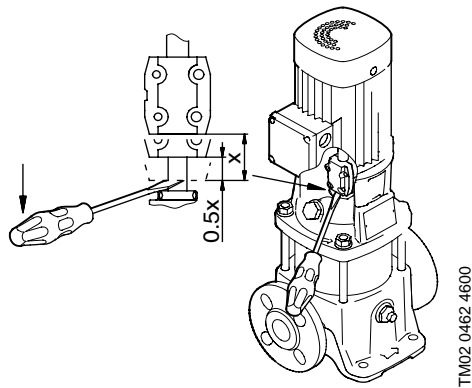

Abb. 3
8. Einen geeigneten Schraubendreher zwischen den unteren Teil der Kupplung und die Wellenabdichtung einführen und die Welle/Kupplung bis zum Anschlag heben, siehe Abb. 3.
9. Welle/Kupplung um die Hälfte senken, siehe Abb. 3.